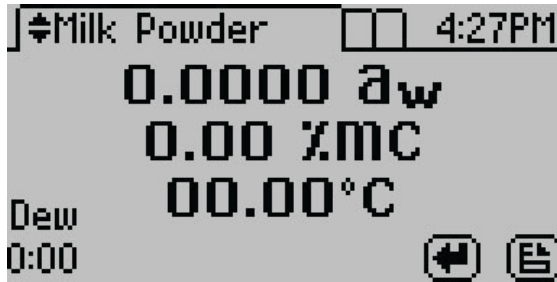

Figure 4 Measurement screen for Milk Powder product model
2. Sử dụng nút nhấn **UP** và **DOWN** để chọn loại sản phẩm để đo. (Figure 4).